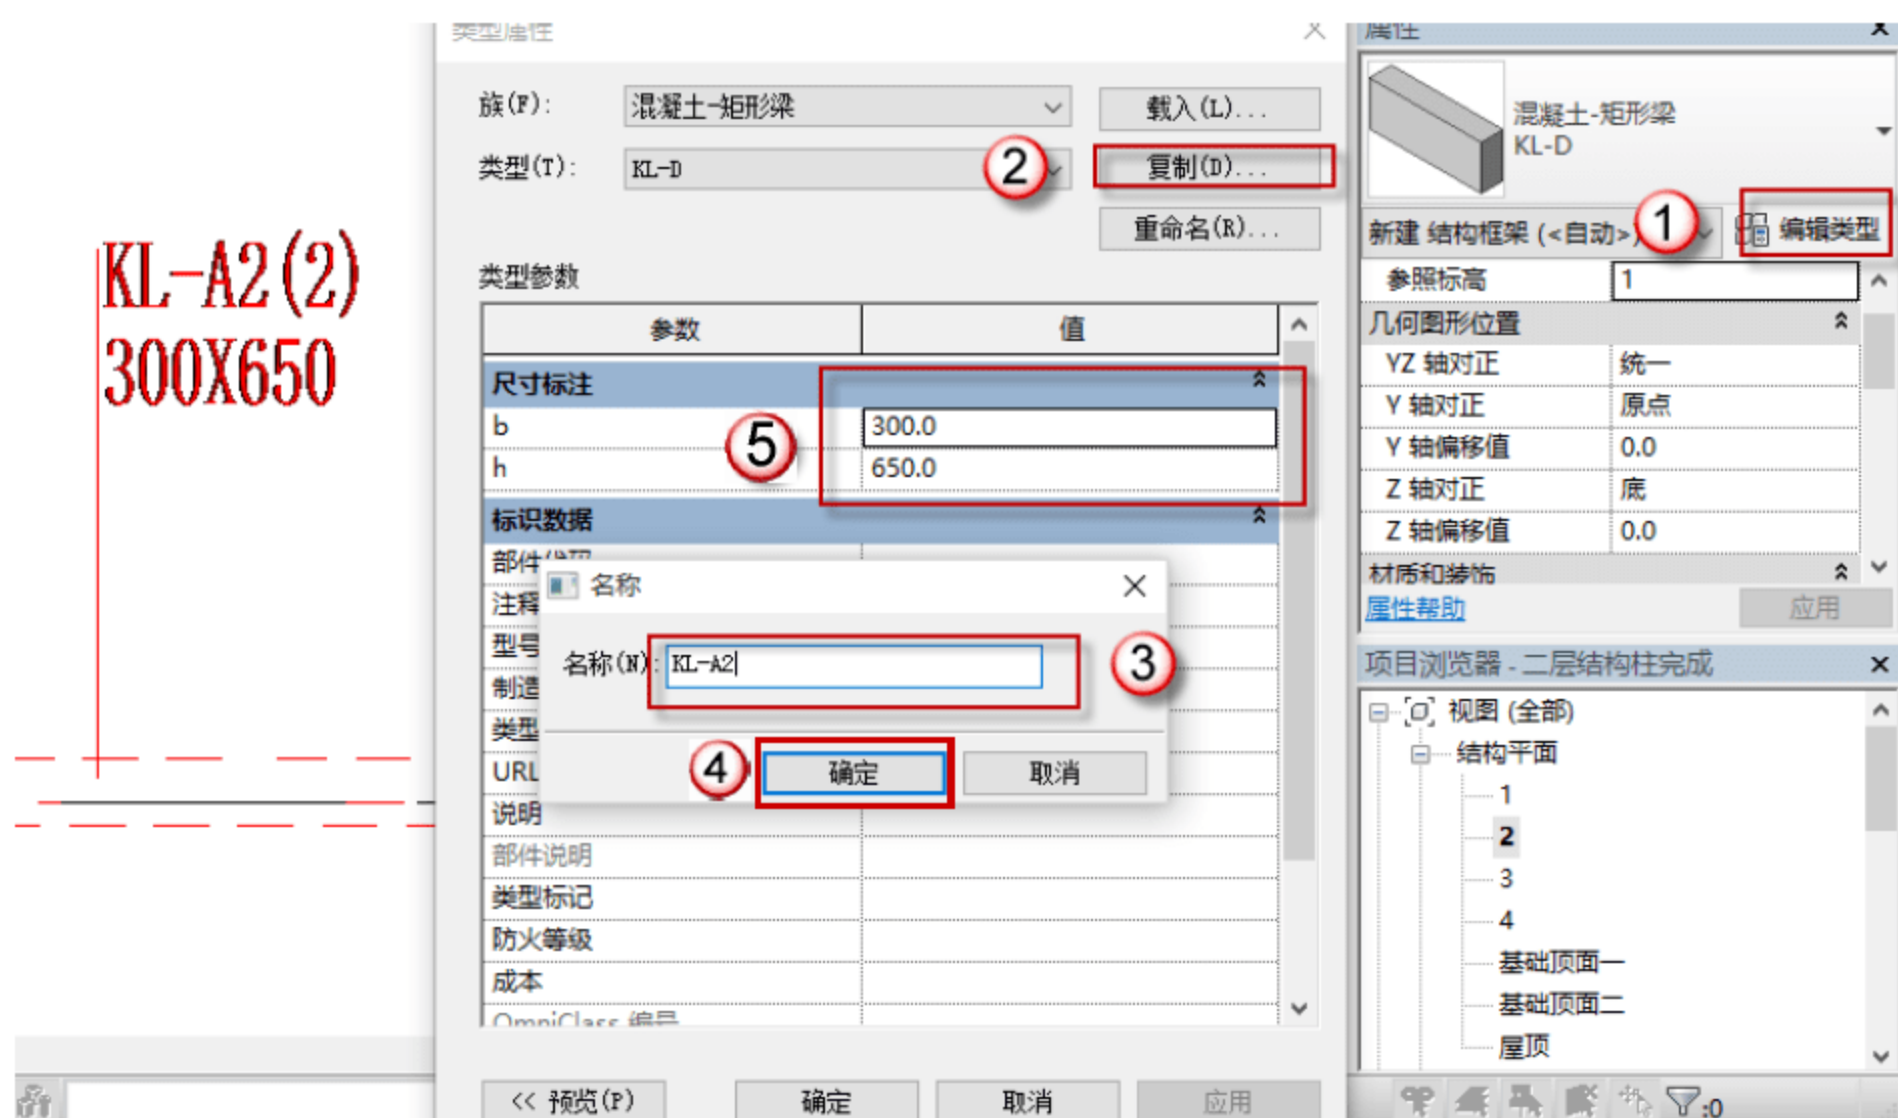

图 4.2.11 设置 KL-A2 参数
(11) 设置矩形梁 KL-A2 参数, 按快捷键 B+M, 出现绘制的界面, 单击“编辑类型”按钮, 在弹出的对话框中单击“复制”按钮, 再在弹出的对话框中命名新的族 KLA2, 单击“确定”按钮。在“尺寸标注”栏设置参数, 如图 4.2.11 所示。